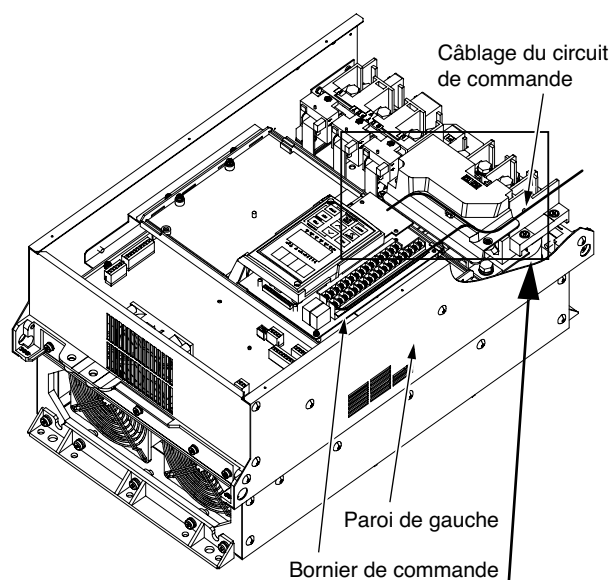

Figure 2-3-12 Cheminement du câblage du circuit de commande
1. Poser le câblage du circuit de commande le long de la paroi de gauche, comme le montre la Figure. 2-3-12.